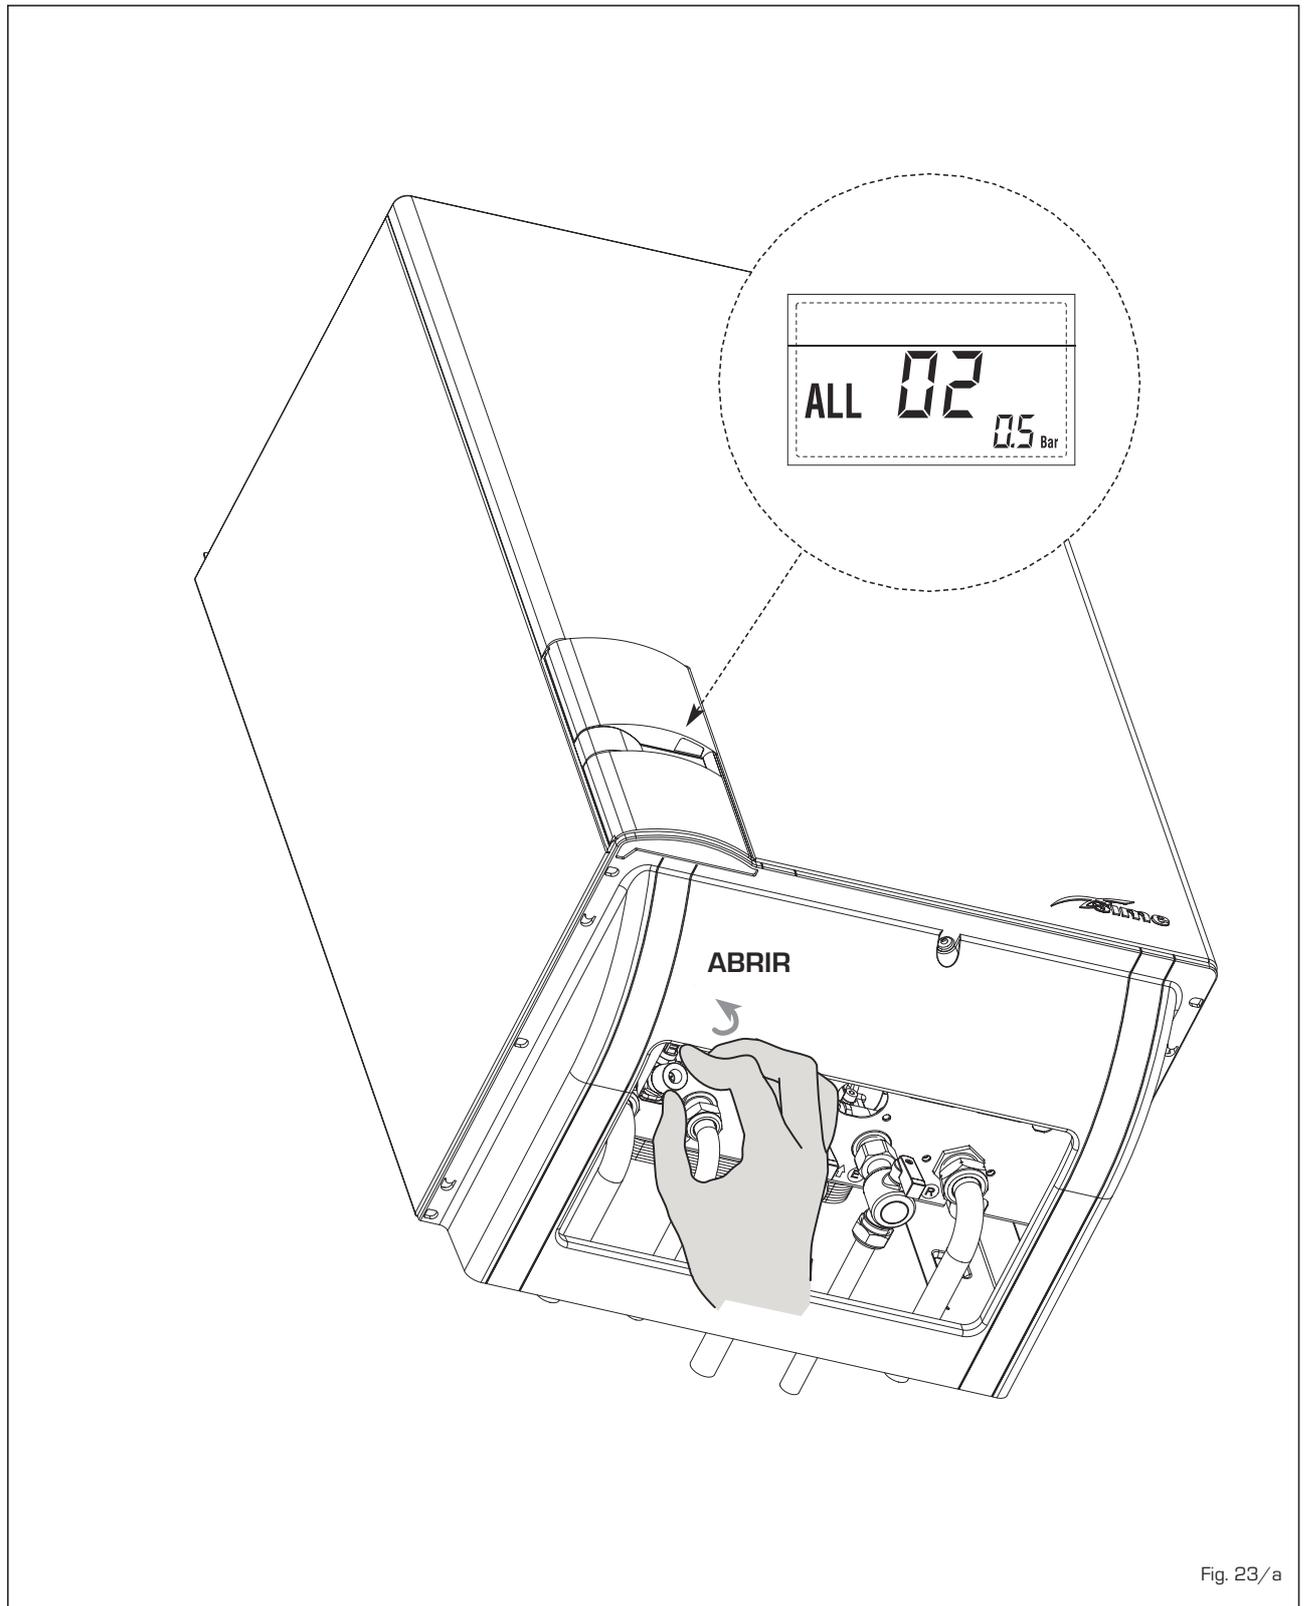

Fig. 23/a
- **ANOMALÍA ALTA PRESIÓN AGUA "AL 03" (fig. 23/b)**